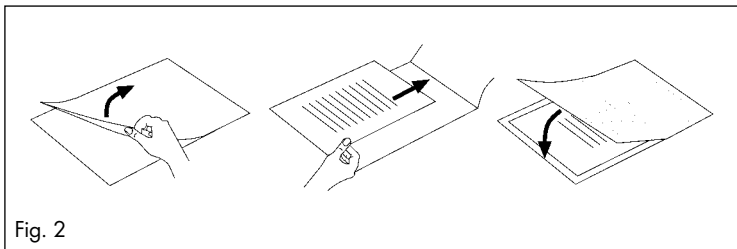

Fig. 2
- ▶ Veillez à utiliser un seul film pour la plastification. Commencez d'abord par l'ouvrir, comme indiqué par exemple sur la fig. 2.